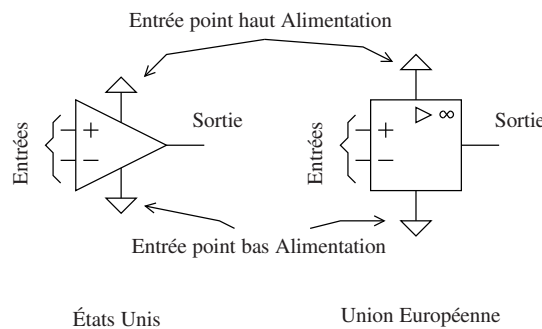

FIGURE 1 – Les différents symboles des amplificateurs opérationnels
Il existe comme souvent deux jeux de symboles pour les AOP. Les symboles Européens (Hors United Kingdom ) et Américains (US) comme présenté figure 1